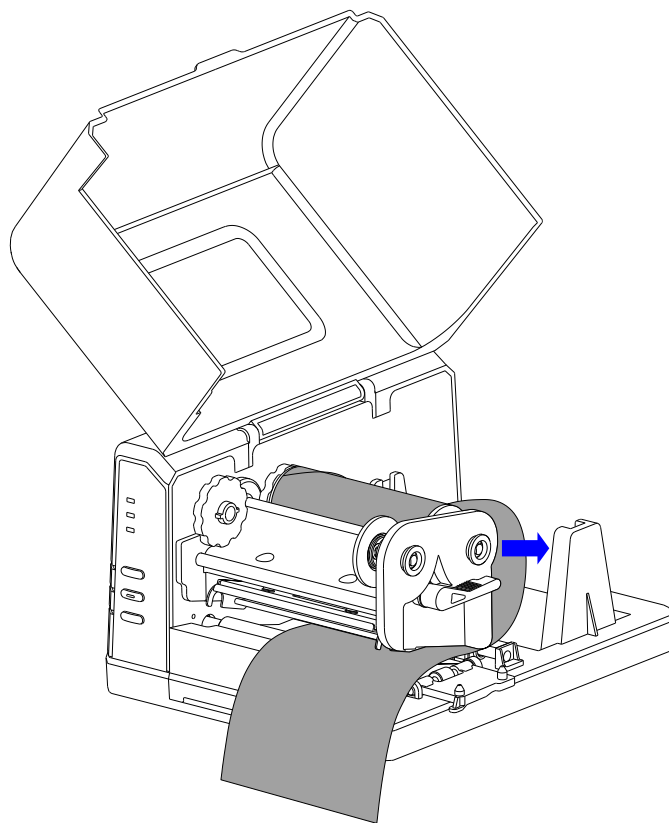

图 2-5
2. 向外拉起碳带供应端的碳带释放钮，将碳带卷卡入碳带供应端，确保碳带供应端左压盘上的两个长条形凸起卡入碳带卷芯左侧的两个卡口中，同时将碳带带头拉出并穿过打印模组下方，如图 2-5 所示。